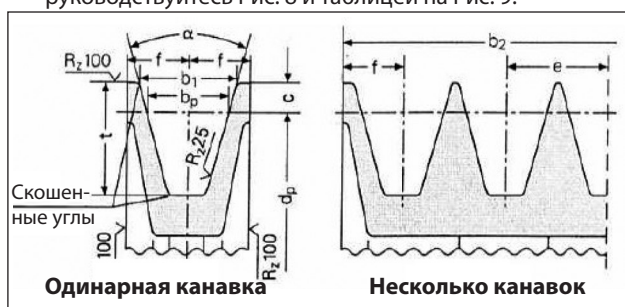

Рис. 8
- Применяйте шкивы для клиновых ремней, размеры канавок которых соответствуют рекомендациям / указаниям изготовителя используемого ремня. При отсутствии указаний руководствуйтесь Рис. 8 и таблицей на Рис. 9.